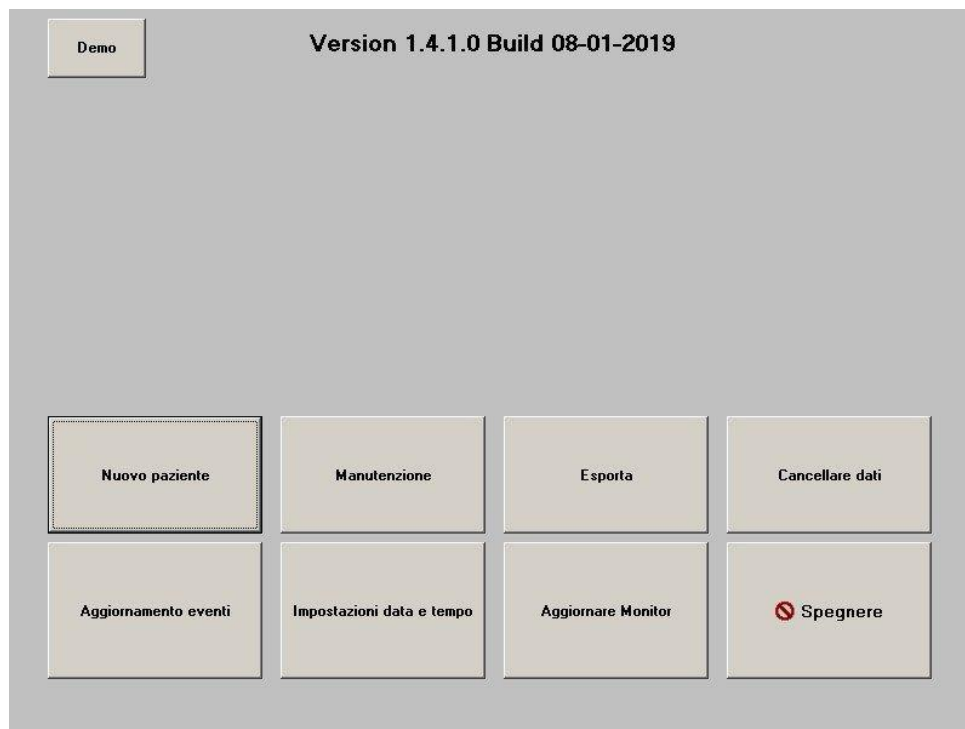
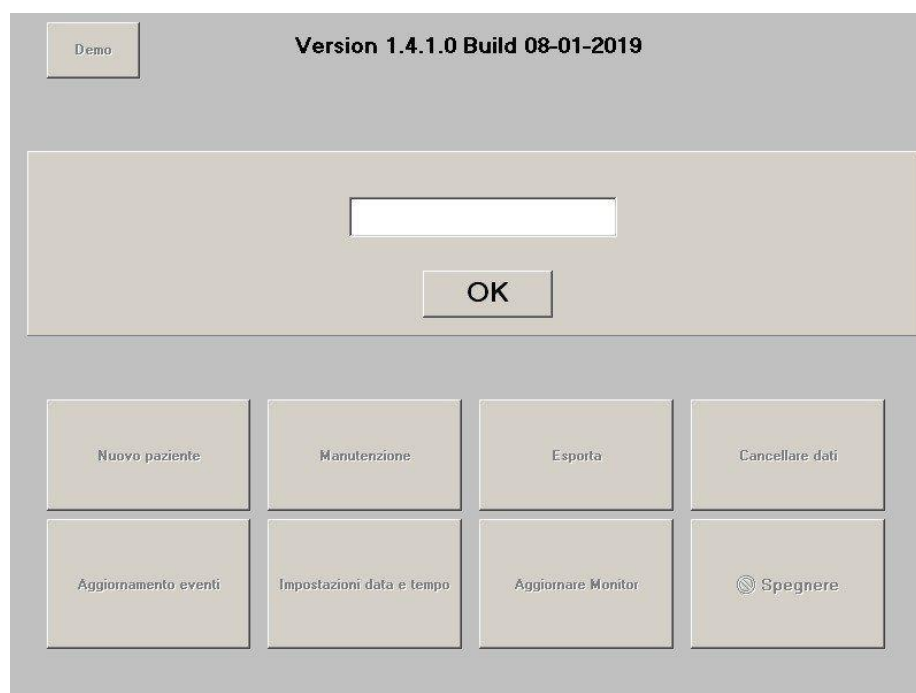
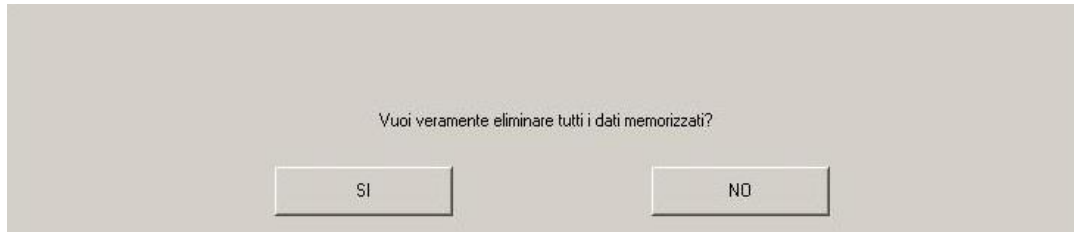
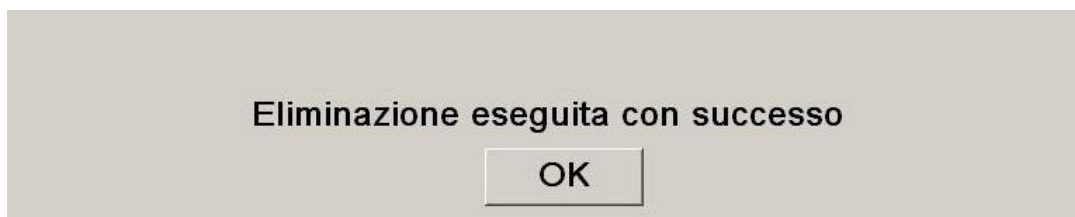

Figura 24
Figura 25
Figura 26
Figura 27
Se si risponde "Sì", viene visualizzata la finestra del menu principale (figura 24):
Premendo "**Nuovo paziente**" (figura 24) si riavvia il monitor per un nuovo monitoraggio e nuovi dati esportabili.
Premendo "**Manutenzione**" (figura 24) si apre una finestra con una schermata d'inserimento (vedere la figura 25 pagina seguente). Questo accesso è protetto da un codice che sarà trasmesso, su richiesta, da Mdoloris Medical Systems.
Premendo il tasto "**Cancellare dati**" (figura 24) si cancellano tutti i dati precedentemente memorizzati. Viene prima richiesta una conferma (figura 26):
Quando tutti i dati sono stati cancellati, viene visualizzata una finestra che informa che l'azione si è conclusa correttamente (figura 27). Premere il tasto "**OK**" per tornare al menu principale (figura 24).
visualizzata (figura 24), scegliere "**Esporta**". Le immagini saranno registrate in un file. Il nome del file risponde allo schema seguente: Ora-minuto-mese-giorno-anno.
Premendo il tasto "**Esporta**" (figura 24), si trasferisce l'insieme dei dati memorizzati nella memoria del monitor su una chiave USB che sarà stata precedentemente connessa alla porta USB chiamata "Data Export", situata sul lato inferiore del monitor. Se il monitor non trova la chiave USB (assenza di chiave o inserimento scorretto), viene visualizzato un messaggio per segnalarlo (figura 29). Una volta che la chiave USB è correttamente inserita, premere su "**OK**" per iniziare l'export dei dati.
***Nota:** se si risponde "Sì", non sarà più possibile tornare alla sessione paziente in corso. Si accederà dunque al menu principale (figura 24).*
Per regolare l'ora e la data, selezionare "**Stop**" per raggiungere il menu principale (figura 24):
Nel menu principale (figura 24), fare clic su "**Aggiornare Monitor**". Collegare una chiave USB con la nuova versione di "PhysioM_INT.exe" fornita dal vostro rappresentante Mdoloris Medical Systems. Quindi selezionare "**Aggiornare Monitor**" (figura 33).
Premendo il tasto "🔌 **Spegnere** " (figura 24) si chiude l'applicazione e il monitor si spegne.